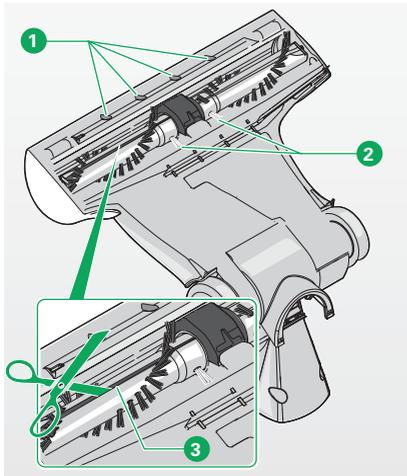

Bild 4.9 Rundbürsten prüfen und reinigen
Die schwarzen Borstenbüschel müssen länger als die gelben Büschel (2, Bild 4.9 auf Seite 70) sein.
- Kontrollieren Sie von Zeit zu Zeit, ob die schwarzen Borstenbüschel noch länger als die gelben Büschel (2, Bild 4.9) sind.